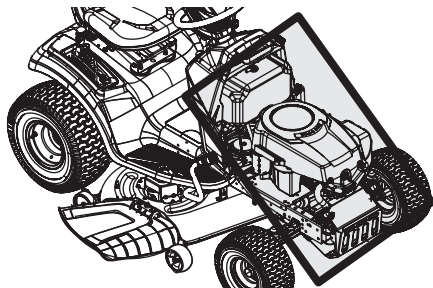

Figura 30
- Limpie debajo del capó, incluyendo el colector de escape, alrededor de los fusibles, todo el cableado y mazos de cables, tubo del silenciador, protector del silenciador, filtros de admisión del motor y aletas de refrigeración, etc (Figura 30).